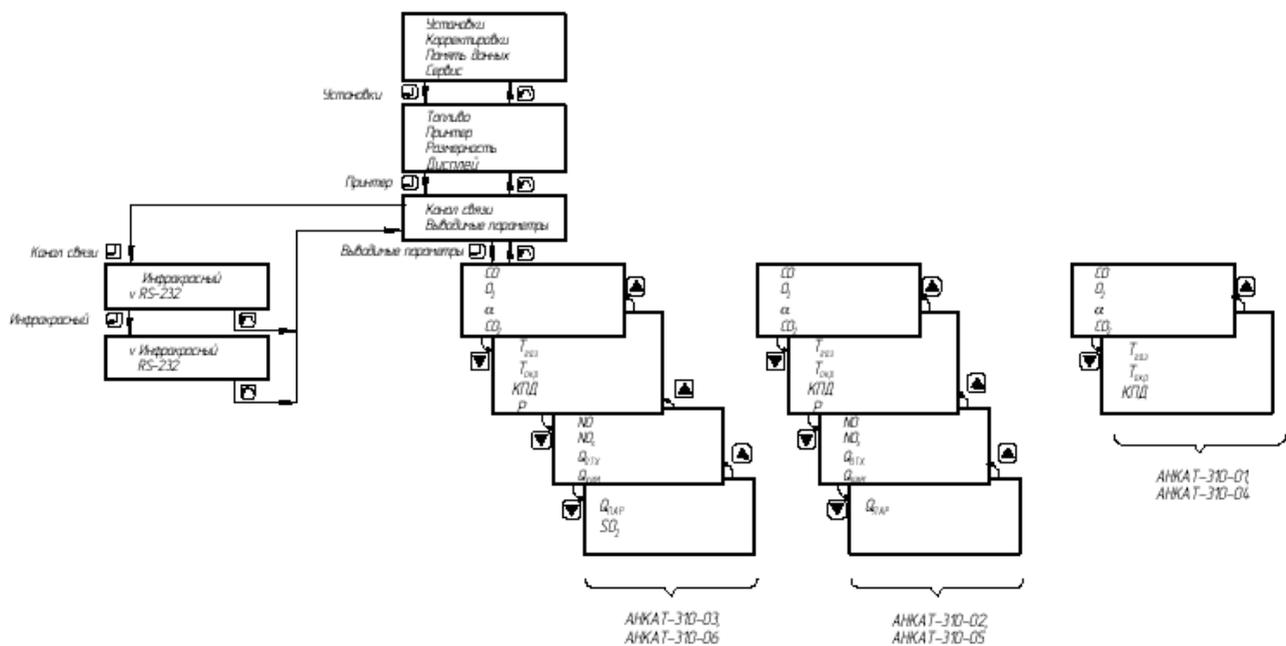

Рисунок 2.15 – Установка канала связи с принтером и выводимые на печать параметры
2.4.9.1 Для установки канала связи с принтером (инфракрасный или RS-232) для последующей распечатки данных необходимо выбрать пункт меню «УСТАНОВКИ→ПРИНТЕР→КАНАЛ СВЯЗИ» (рисунок 2.15). На ЖК-индикаторе появится сообщение
2.4.9.2 Для установки выводимых на печать параметров необходимо выбрать пункт меню «УСТАНОВКИ→ПРИНТЕР→ВЫВОДИМЫЕ ПАРАМЕТРЫ» (рисунок 2.15), после чего на ЖК-индикаторе выдается перечень измеряемых, вычисляемых параметров и коэффициентов. При последующей распечатке на принтер будут выведены параметры, отмеченные в перечне «галочкой».